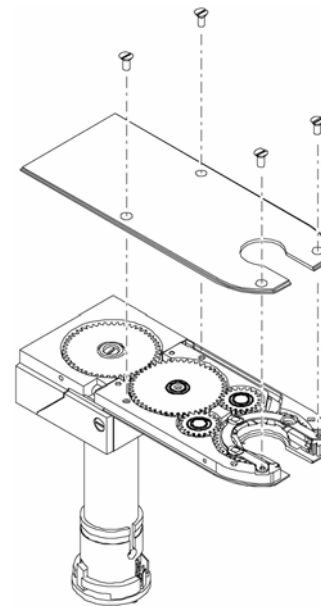

Figure 54 サイド・カバー(ブラシ側)の取り付け
7. 4本のプラスチック製マイナス・ネジを差し込み、サイド・カバー(ブラシ側)を固定します。Fig.54をご参照ください。